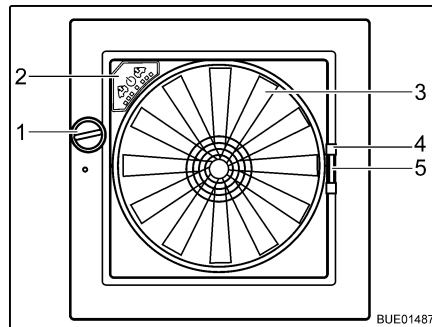

Bild 35 Taklucka Omni-Vent
- Öppna:** ■ Vrid på vredet (Bild 35,1) tills önskad öppningsvinkel har nåtts.
- Stänga:** ■ Vrid på vredet (Bild 35,1) tills takluckan är helt stängd.
- Stänga:** ■ Dra insektsskyddet i handtaget (Bild 35,4) till motstående ramsida.
- Tryck ihop mörkläggningsgardinens handtag (Bild 35,5).
- Fläkt** När takluckan är öppen kan kupén ventileras och vädras med fläkten (Bild 35,3) i 6 nivåer. Fläkten regleras via reglagen (Bild 35,2).